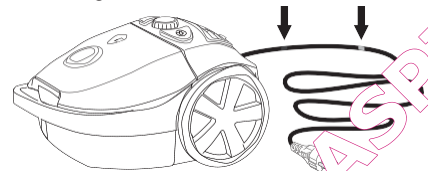

Abbildung 5 Markierungen auf dem Kabel
5. Das Kabel hat eine gelbe und eine rote Markierung, siehe Abbildung 5. Ziehen Sie das Kabel bis zur gelben Markierung heraus.